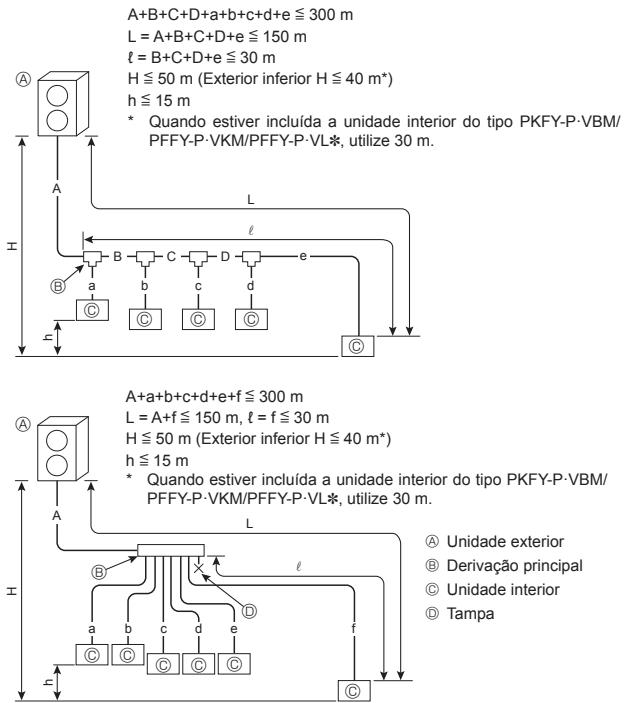

Fig. 4-1
4.2.1. Ligação sem caixa de derivação (Fig. 4-1)